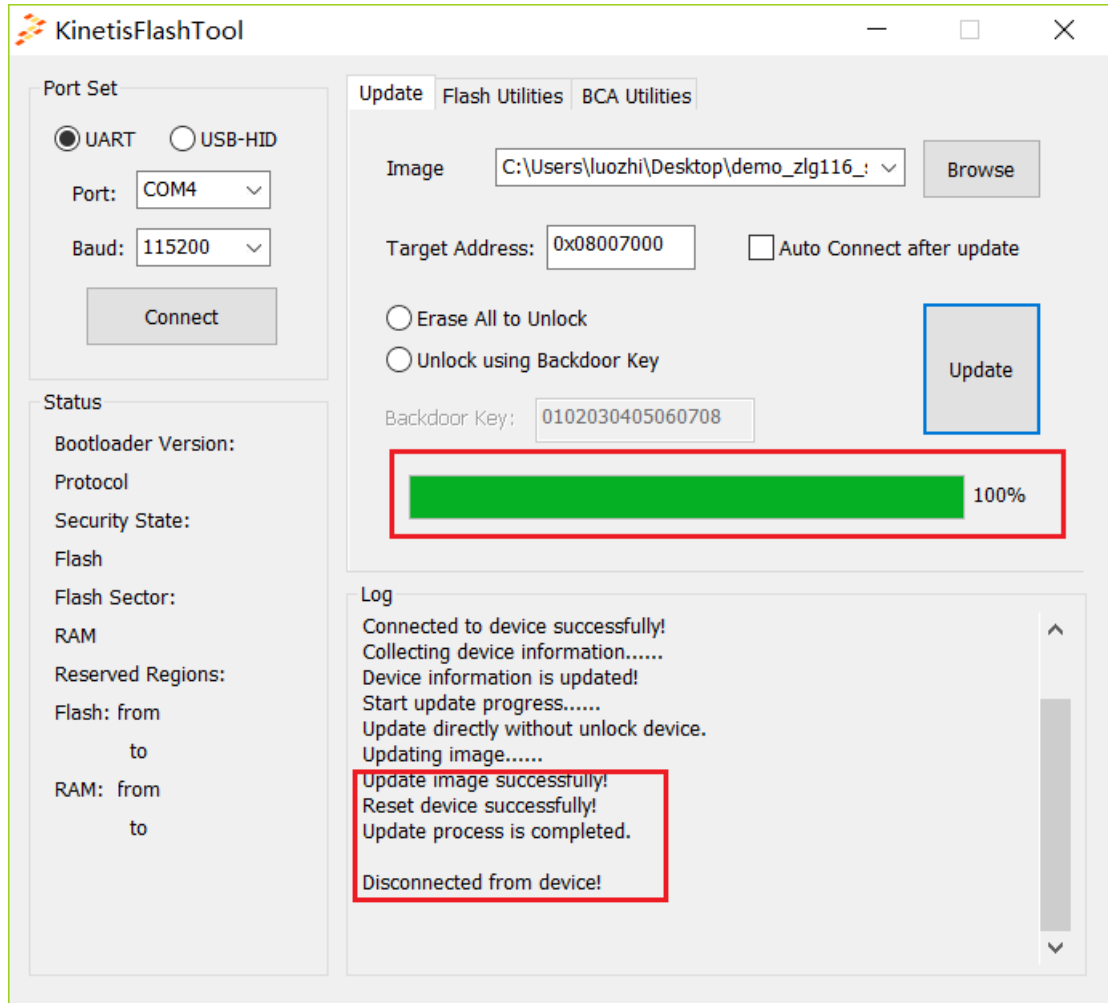

图 13: 升级成功
4、升级完成。升级完成后回提示如下信息 “Update image successfully! Reset device successfully! Update process is completed. Disconnected from device!”, 表示升级完成, 上位机和 BootLoader 断开连接, 如 图 13 所示, 同时可以观察开发板 AM116-CORE 的 LED0 开始以 1s 的间隔闪烁。